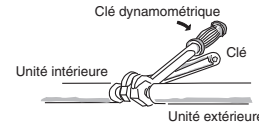

Fig. 5-6
- (1) Connecter hermétiquement la tuyauterie de réfrigérant côté intérieur sorti du mur avec la tuyauterie côté extérieure.
- (2) Pour fixer les écrous évasés, appliquer le couple de serrage spécifié (Fig. 5-6).
- Lors du démontage des écrous évasés des connexions de tube, ou lors de leur serrage après la connexion du tube, toujours utiliser 2 clés à molette ou des clés. (Fig. 5-6) Si les écrous évasés sont trop serrés, l'évasement peut être endommagé, ce qui pourrait entraîner une fuite de réfrigérant et provoquer des blessures ou l'asphyxie des occupants de la pièce.